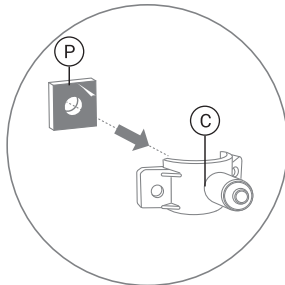

Рис. 24
- приклейте прокладку (P) (рис. 24) с внутренней стороны хомута (C), одновременно совмещая отверстие в прокладке с отверстием в штуцере хомута;